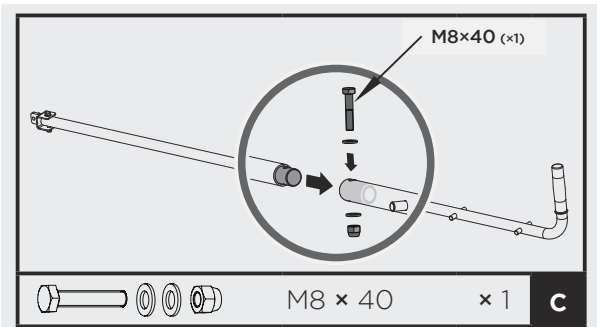

Figure 9
3. Insérez le levier de commande le plus court dans le levier le plus long. Alignez les trous et fixez-les avec un boulon hexagonal M8×40, des rondelles et un écrou (figure 9).